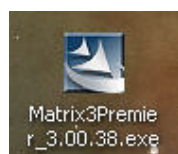

FIG. 12
3. Double-cliquez sur l'icône Matrix3Premier.exe (Fig. 12).